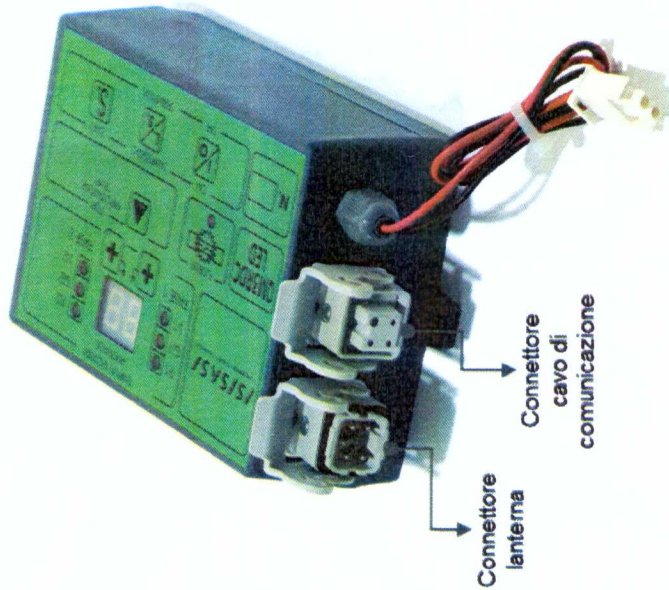

Fig.2 - Connettori di collegamento
- Nel display verrà visualizzato un conto alla rovescia come in Fig.2.